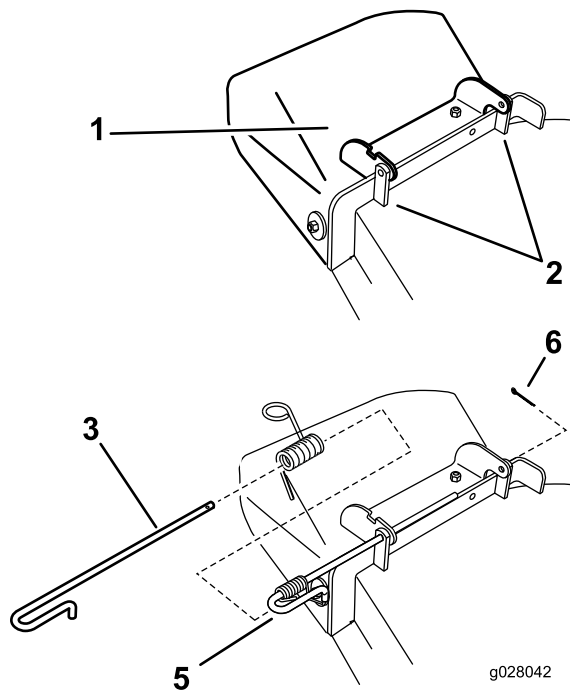

Figura 76
1. Togliete la coppiglia dall'estremità dell'asta (Figura 76).
2. Sganciate la molla dalla tacca presente sulla staffa del deflettore e fate scorrere l'asta per estrarla dalle staffe saldate del piatto di taglio, dalla molla e dal deflettore di scarico (Figura 76).
3. Posizionate il nuovo gruppo deflettore di scarico con le estremità delle staffe collocate tra le staffe saldate al piatto (**Figura 76**).
7. Montate la coppiglia sull'estremità dell'asta (**Figura 76**).